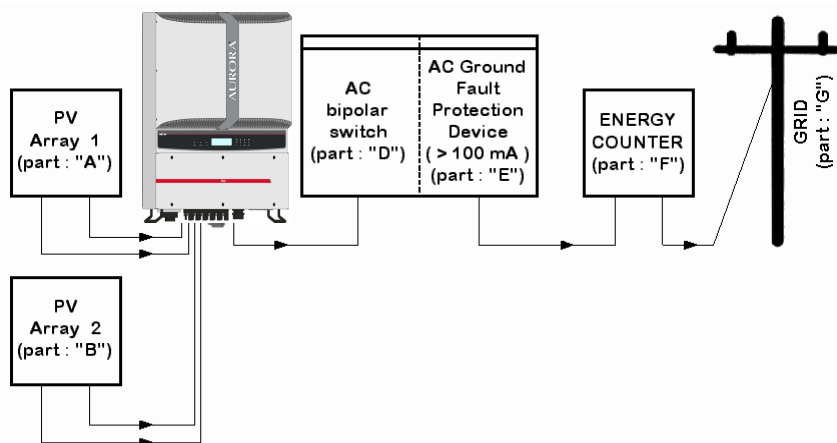

Fig. 8 - Diagramma di connessione
PASSO 1 Se l'inverter è collegato alla rete elettrica DISCONNETTERLO aprendo l'interruttore indicato come Parte "D" in Fig. 8.
Passo 1: Disconnettere l'inverter dalla rete AC sezionando tramite l'interruttore AC indicato come parte "D" nella Fig. 8. Sezionare anche la parte DC tramite l'interruttore DC (integrato nei modelli -S o esterno).